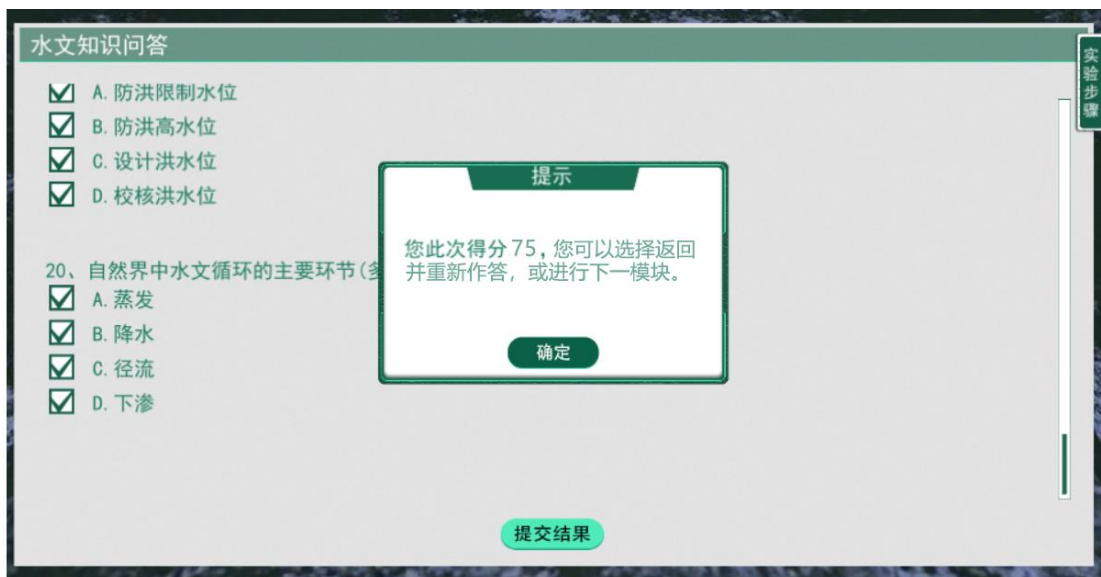

图 4-3 知识问答界面
**步骤 2:** 依次完成单选和多选题，共 20 道，满分为 100 分，成绩超过 60 分才能查看答案，如图 4-3: